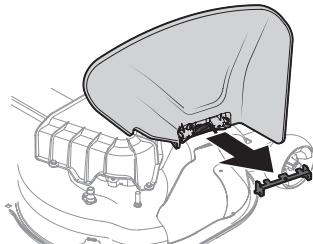

Figure 11
- Soulevez le déflecteur de la goulotte d'éjection afin de pouvoir dégager et retirer le support d'arrêt. Abaissez le déflecteur de la goulotte d'éjection et jetez le support d'arrêt. Consultez la Figure 11.